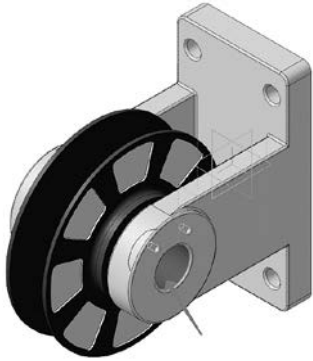

Рис. 30. Выбор элемента сопряжения детали «Вилка»
2.4.4 Укажите цилиндрическую поверхность *Вилки* (рис. 30).